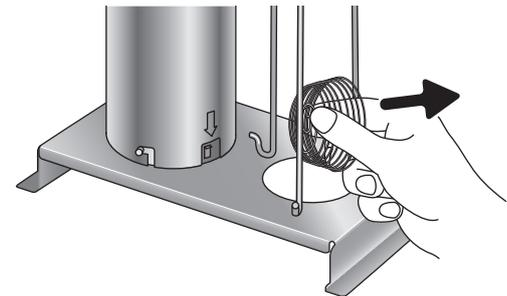

Abb. 6: Federn entnehmen
4. Bei Bedarf drücken Sie die Feder, die den Wurstkäfig darstellt, zusammen und entnehmen Sie diese wie abgebildet (Abb. 6).